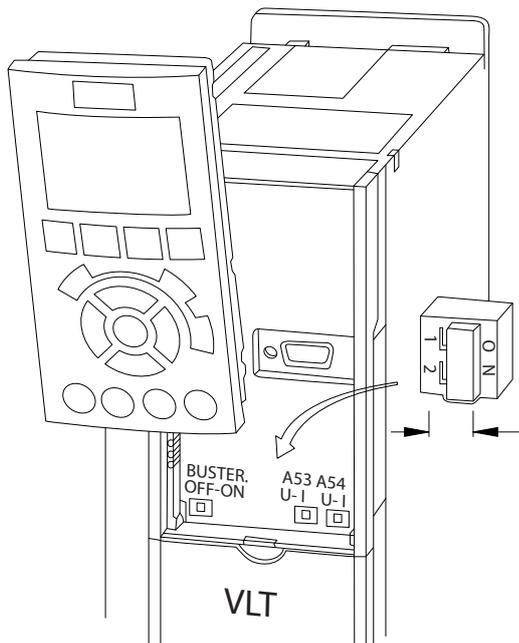

Abbildung 4.26 Lage der Schalter für die Klemmen 53 und 54
1. Entfernen Sie das LCP (Local Control Panel) (siehe *Abbildung 4.26*).